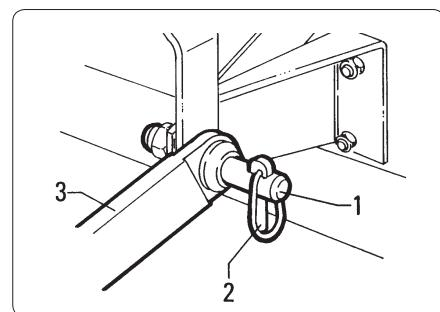

fig. 4.1.1
- Den Schlepper im Rückwärtsgang an den Schlegelhäcksler annähern. Dabei die unteren Lenker des Schleppers auf die beiden seitlichen Kupplungspunkte "1" Abb. 4.1.1. ausrichten.
- Fissarli inserendo le relative copigliie di sicurezza “2” fig. 4.1.1.